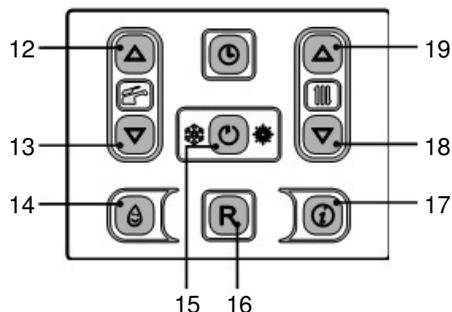

Figura 6.7
- Mantenga pulsado durante 3 segundos el botón 15 hasta que aparezcan en el display los símbolos  y  (Figura 6.7).
- Apague la caldera manteniendo pulsado durante 3 segundos el botón 15 (Figura 6.7) hasta que aparezca en el display LCD el símbolo  (Figura 6.6).